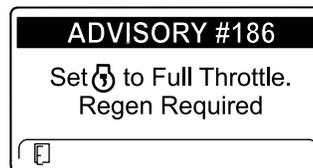

Figura 16
**Nota:** Se la temperatura di scarico del motore è troppo bassa, l'InfoCenter visualizza ADVISORY #186 (Figura 16) per invitarvi a far girare il motore a pieno gas (minima superiore).